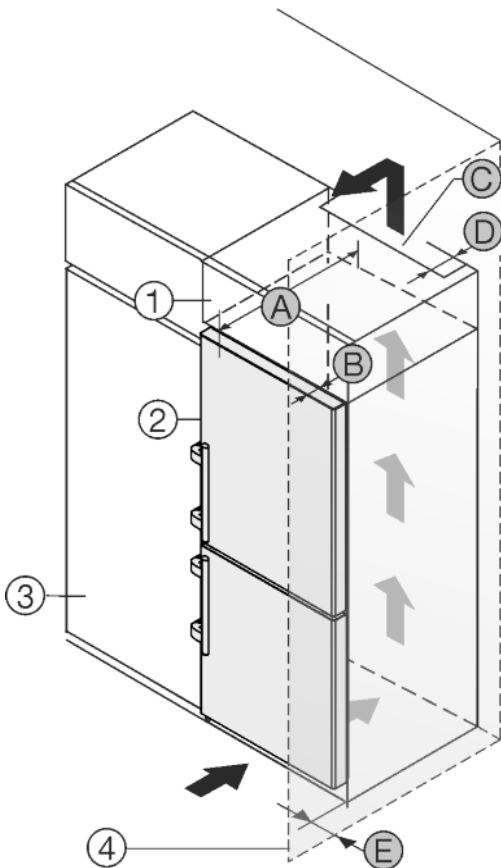

Fig. 42
Das Gerät kann mit Küchenschränken umbaut werden. Um das Gerät Fig. 42 (2) der Küchenzeilenhöhe anzugleichen, kann über dem Gerät ein Aufsatzschrank Fig. 42 (1) angebracht werden.
Das Gerät kann direkt neben dem Küchenschrank Fig. 42 (3) aufgestellt werden. Um die Tür vollständig öffnen zu können, muss das Gerät um die Tiefe Fig. 42 (B) gegenüber der Küchenschrankfront vorstehen. Abhängig von der Tiefe der Küchenschränke und Verwendung von Wandabstandshaltern kann das Gerät weiter herausragen.
- An der Rückseite des Aufsatzschrankes muss ein Abluftschacht mit der Tiefe Fig. 42 (D) über die gesamte Aufsatzschrankbreite vorhanden sein.
- Unter der Raumdecke muss der Entlüftungsquerschnitt Fig. 42 (C) eingehalten werden.
Wenn das Gerät mit den Scharnieren neben einer Wand Fig. 42 (4) aufgestellt wird, muss der Abstand Fig. 42 (E) zwischen Gerät und Wand eingehalten werden. Dies entspricht dem Griffüberstand bei geöffneter Tür.